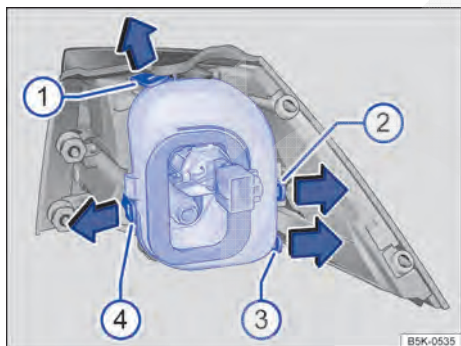

Fig. 208 Lanterna traseira na carroceria: desinstalar o suporte da lâmpada. Tiras de travamento 1 a 4.
7. Para destravar o suporte da lâmpada, pressionar as tiras de travamento → Fig. 208 a no sentido da seta.